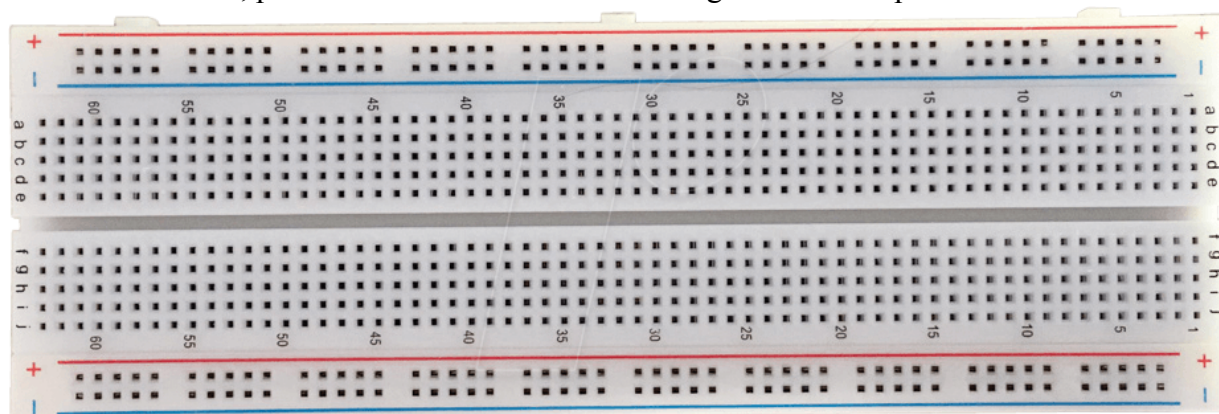

Figura 2- Basetta
- a. Il circuito che monterete oggi è piuttosto complicato, quindi prima di montarlo fate un progetto, ad esempio disegnandolo sullo schema della basetta in figura 2. Decidete come disporre i componenti, le alimentazioni, il generatore di segnale. Tenete conto che il montaggio procederà in due fasi, prima monterete il circuito “iniezione di carica e formatore”, poi il discriminatore ed infine collegherete le due parti.